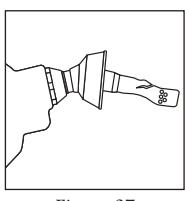

Figure 27
- ✓ If the nozzle spout is bent, the shut-off hole is blocked, or the end of the spout is rolled over, the nozzle spout or the entire nozzle should be replaced immediately. Failure to replace the spout may result in a hazardous spill. (*See Figure 27*)
- ✓ Si le bec est courbé, le trou d'interruption est obstrué, ou le bout du bec est écrasé, le bec ou la lance au complet devrait être remplacé. Faute de remplacer la lance pourrait occasionner une fuite dangereuse. (*Voir Fig. 27*)